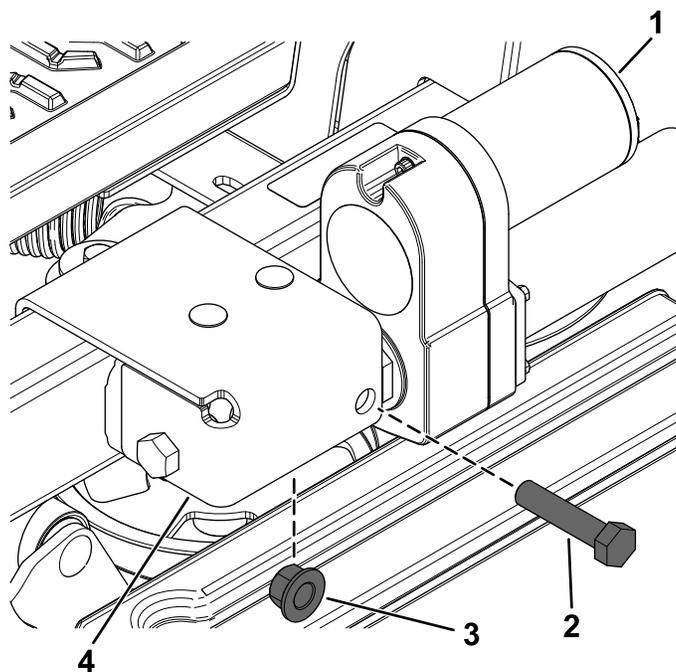

Figura 21
3. Fissate l'attuatore sulla staffa esterna dell'attuatore con 1 bullone a testa flangiata ($\frac{1}{2}$ " x $2\frac{1}{4}$ ") e 1 dado di bloccaggio ($\frac{1}{2}$ ") come mostrato in Figura 21.